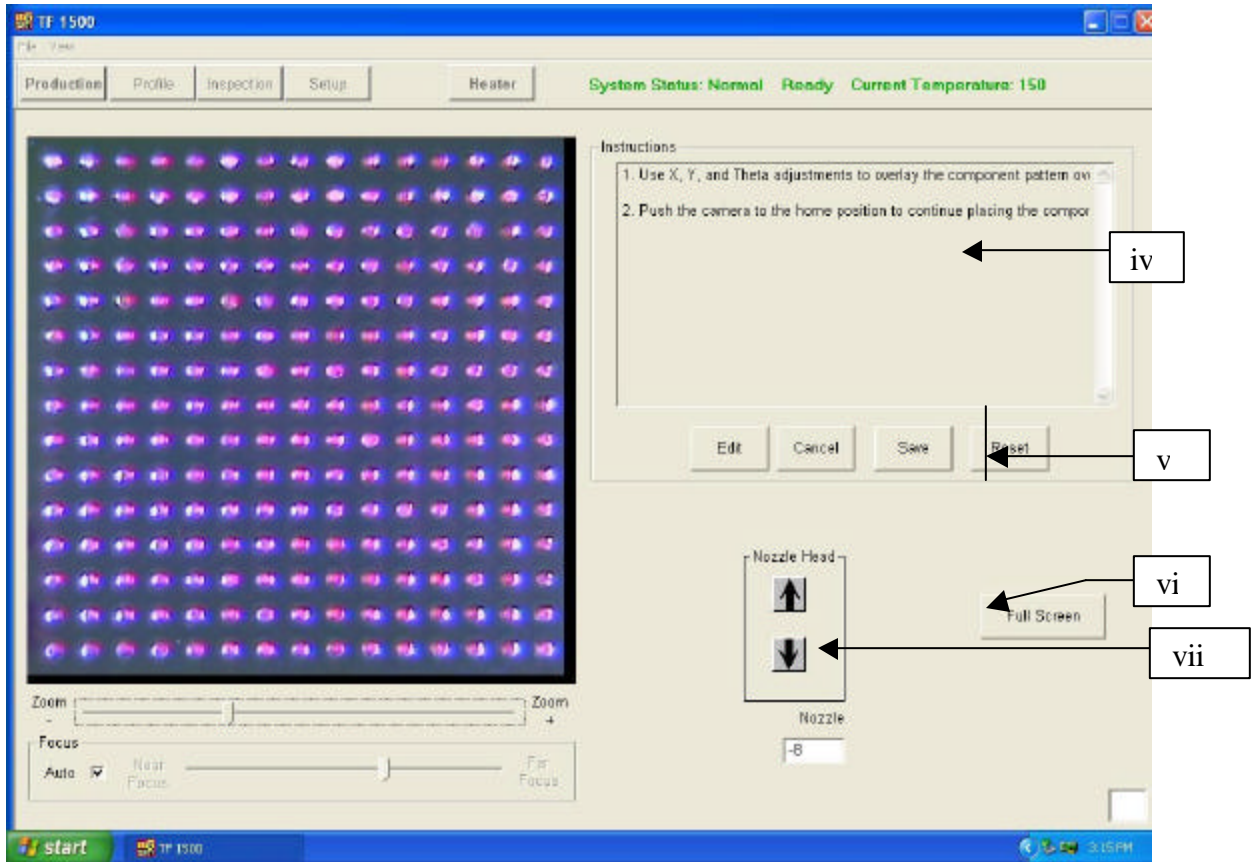

Figura 5
f. Opzioni della schermata Alignment (Allineamento) (Figura 5)